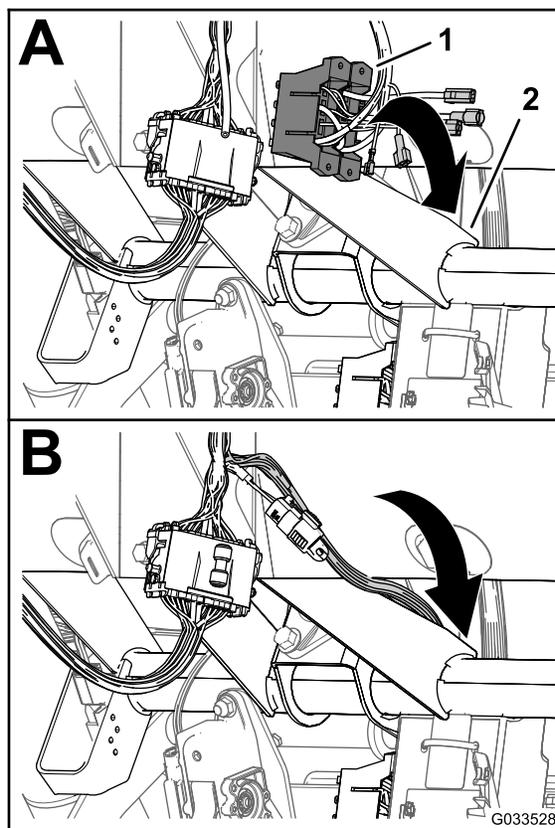

Figure 22
1. Sur la console de commande du pulvérisateur, acheminez la branche du faisceau avant dotée des porte-fusibles entre le bas du tableau de bord et le tube transversal du châssis de la machine, puis faites-la descendre vers l'avant du porte-fusibles de la machine (Figure 22).